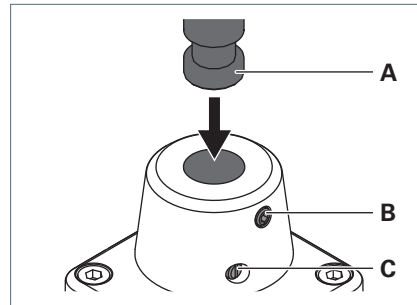

Fig. 3: Monter le luminaire sur l'élément de fixation.
- ▶ Dévisser la vis **C** hors de l'élément de fixation, voir Fig. 3.
- ▶ Tourner la goupille fileté **B** dans l'élément de fixation jusqu'à ce que la friction désirée soit atteinte, voir Fig. 3.